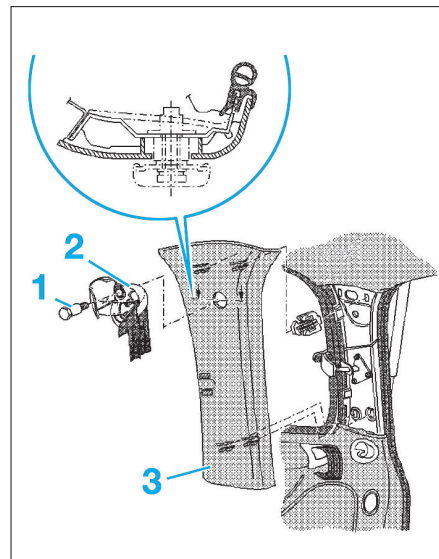

Fig. 17
- Dévisser la vis de fixation (1) de la ferrure d'inversion de la ceinture de sécurité (2) (Fig.17).
- Déposer la ferrure d'inversion de la ceinture (2).
- Déposer le revêtement supérieur du montant pied de 2^e rang (3) en déverrouillant ces agrafes de fixation.